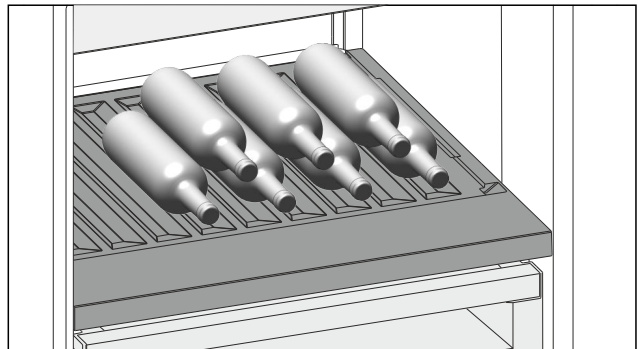

Fig. 114
- Placer les bouteilles avec le fond orienté vers la paroi arrière de l'appareil. (voir Fig. 114)